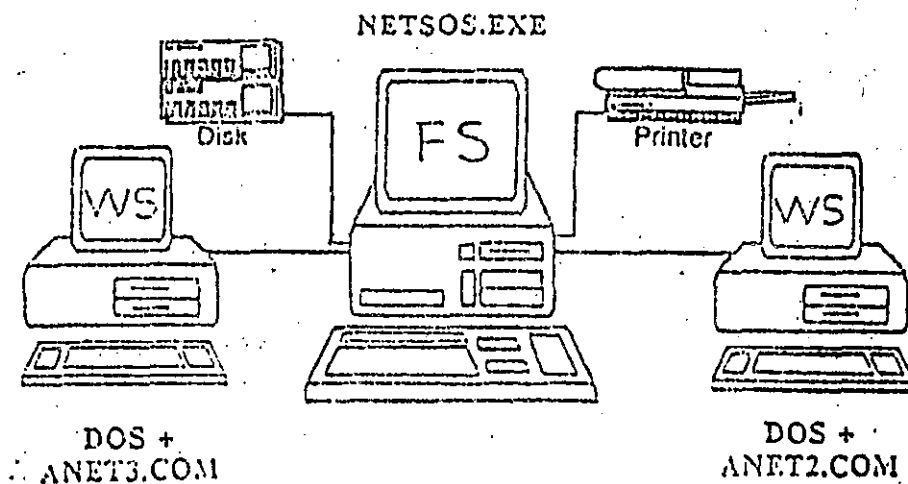

Fig. 6
- Servidor de Archivos (FS).
- Fig. 6.